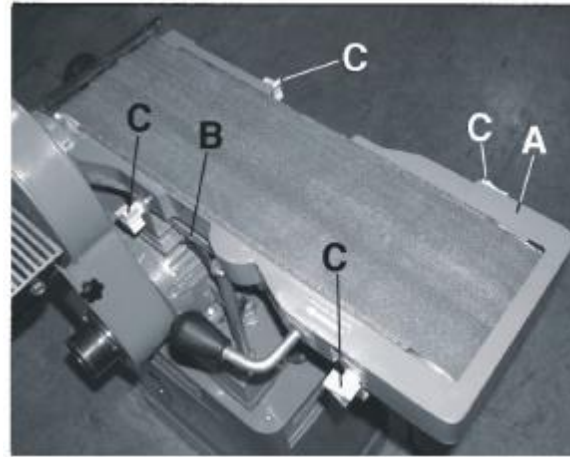

Рис. 16
2. Снять торцовое ограждение (А), рис. 16, и нижнее ограждение (В), отвернув четыре фиксирующих рукоятки (С).